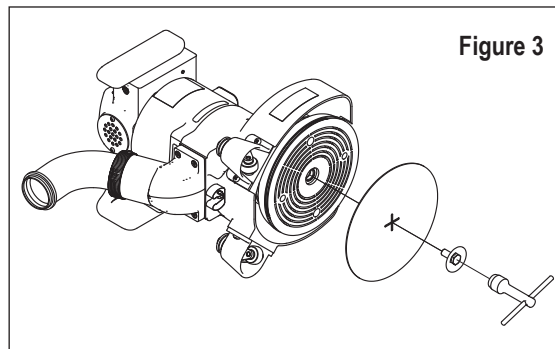

Figure 3
2. Retirer la vis et la bride retenant l'abrasif. Centrer l'abrasif sur le patin, fixer la bride et visser la vis (Figure 3).